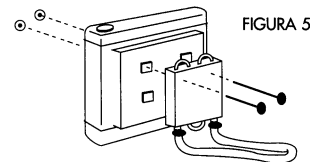

FIGURA 5
7. (a) Sujete el enfriador para servicio ligero o mediano al radiador o al condensador de aire acondicionado con ataduras de nylon Quick-Mount, asegurándose de que se instalen almohadillas de caucho entre el enfriador y el radiador o el condensador de aire acondicionado (FIGURA 5).